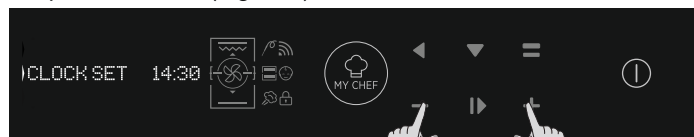

Figura 6
- Configure la hora pulsando los botones MÁS y MENOS. Pulse OK para continuar. (Figura 6)